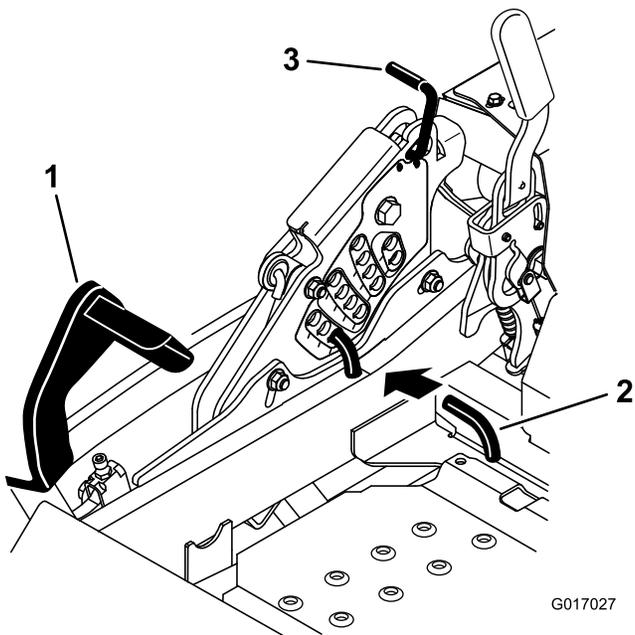

Figura 27
2. Pise el pedal de elevación de la carcasa y eleve la carcasa a la posición de transporte (que es también la posición de altura de corte de 140 mm/5-1/2 pulgadas) (Figura 27).
3. Para ajustar la altura de corte, gire el pasador 90 grados y retire el pasador del soporte de altura de corte (Figura 27).
4. Seleccione el taladro del soporte de altura de corte que corresponde a la altura de corte deseada, e inserte el pasador (Figura 27).